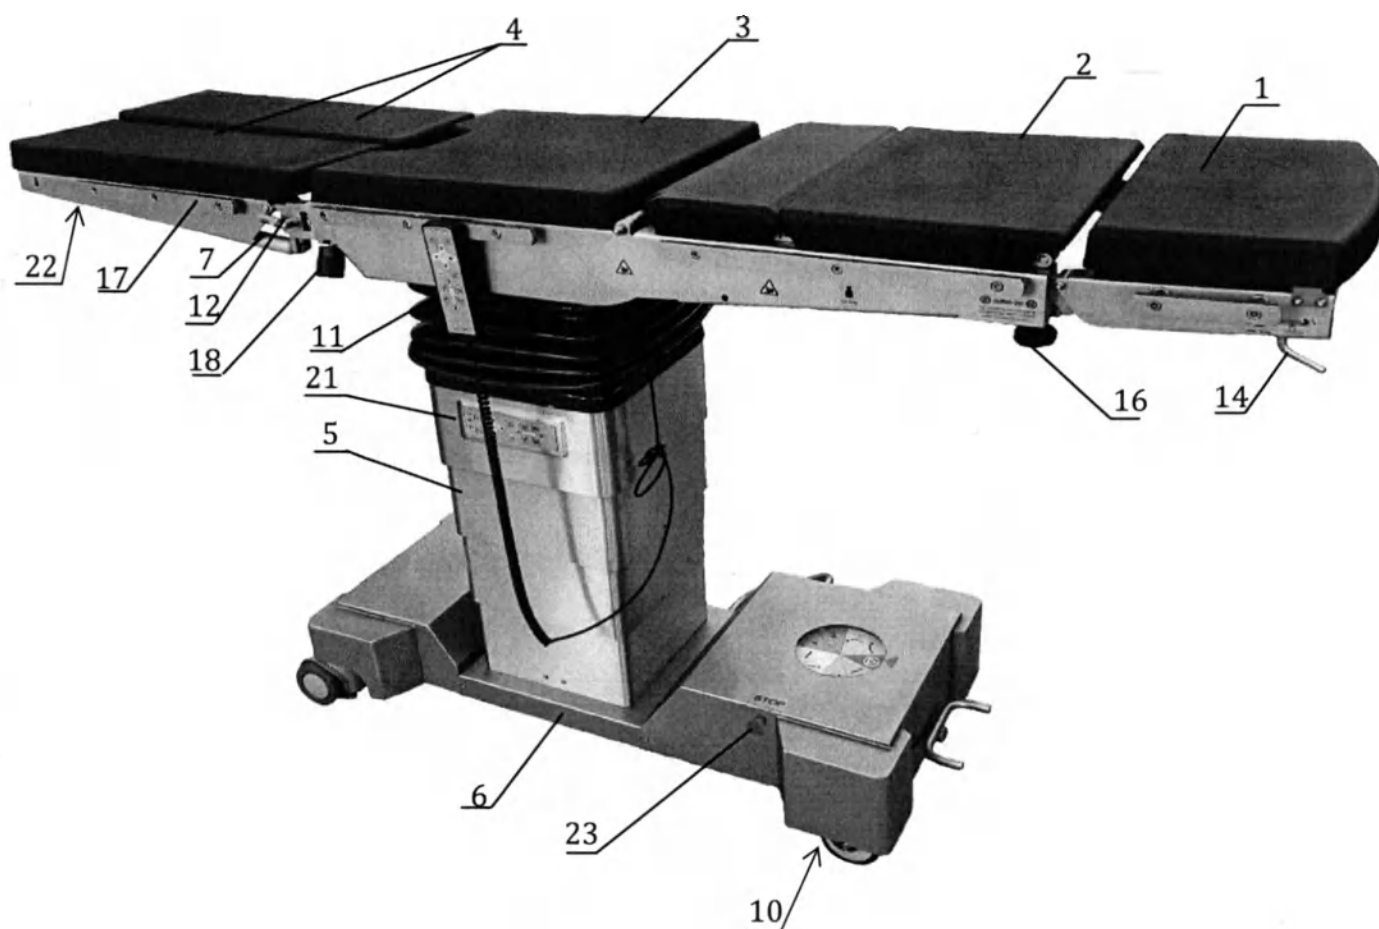
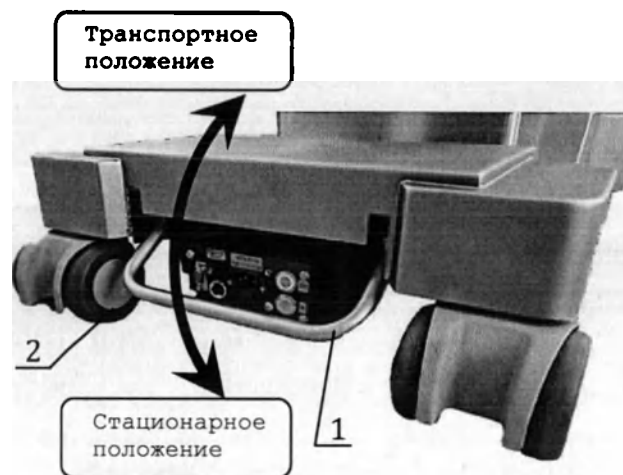

Рисунок 1. Стол операционный универсальный ОУК-02-1.
Рисунок 2. Схема перевода стола в транспортное положение.
ВНИМАНИЕ! Столы операционные не следует применять в непосредственной близости или во взаимосвязи с высокочастотным оборудованием (коагулятором) и, если такое их применение является необходимым, должна быть проведена верификация нормального функционирования столов в данной конфигурации, либо необходимо выключить стол, нажав на кнопку аварийного выключения стола 24(«STOP»), размещенную на верхней поверхности кожуха основания (Рисунок 1).
6.1 Стол операционный универсальный ОУК-02-1 (Рисунок 1) состоит из панели стола и основания.
6.2 Панель стола состоит из секций: головной 1, спинной 2, центральной (тазобедренной) 3 и ножных 4 (правой и левой) (Рисунок 1).
Основание установлено на двух регулируемых опорах 2 (Рисунок 2) и двух неповоротных колесах 10 (Рисунок 1). Для перекатывания стола имеются дополнительные два поворотных колеса.
Перевод тумбы в стационарное (не транспортное) положение производится нажатием ногой на педаль 1 до упора (Рисунок 2). При этом поворотные колеса отрываются от пола на 2 мм. и стол устанавливается на регулируемые опоры 2. Поднятием педали вверх стол опускается на колеса в транспортное положение.
9.5 Проверьте надежность установки стола на опорах 2 (Рисунок 2). При необходимости отрегулируйте опоры, путем поворота регулируемых ножек. Для этого следует двумя ключами S=19 отжать контргайку и, вращая регулируемую ножку, добиться устойчивого положения стола. После чего затянуть контргайку.
9.7 Вставьте разъем пульта управления 11 (Рисунок 1) в гнездо, расположенное в верхней части направляющей колонны 5 стола.